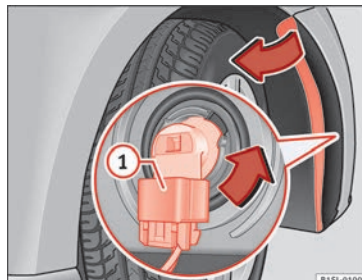

Abb. 87 Glühlampe im Scheinwerfer austauschen.
4. Anschlussstecker » Abb. 87 1 entriegeln und abziehen.
5. Lampenhalter » Abb. 87 in Pfeilrichtung bis zum Anschlag **entgegen dem Uhrzeigersinn** drehen und mit der Glühlampe nach hinten herausziehen. »